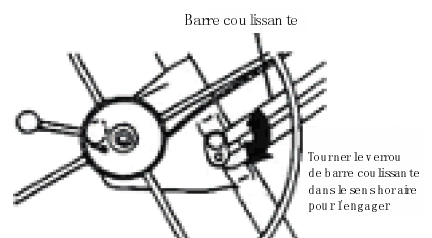

Figure 5
5. Pousser légèrement le treuil vers le châssis. Cela engage automatiquement le verrou de barre coulissante pour maintenir le treuil entièrement étendu. (Figure 5)